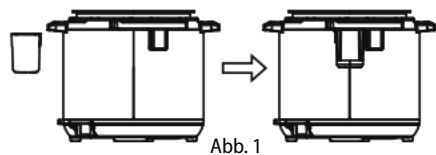

Abb. 1
2. Bereiten Sie den Kondensatbehälter (9) vor, siehe Abb. 1.